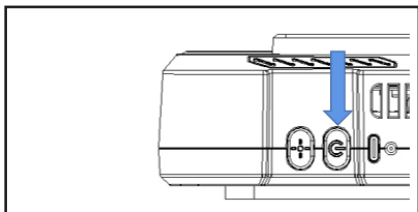

рис. 3
- Совместите всасывающее отверстие пылесборника с положением сверления и прикрепите строительную плоскость. (см. рисунок 3)